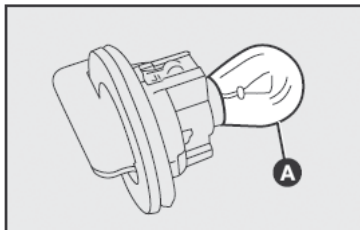

fig. 37
- 3) Quite la lámpara A-fig. 37, empujándola un poco y girándola a la derecha;